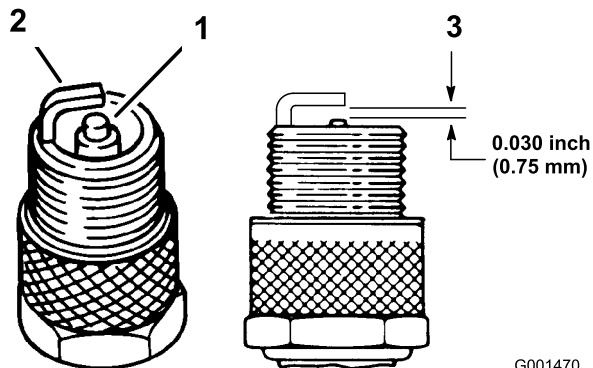

Figure 31
- Examinez le centre des bougies (Figure 31). Si le bec isolant est recouvert d'un léger dépôt gris ou brun, le moteur fonctionne correctement. S'il est recouvert d'un dépôt noir, cela signifie généralement que le filtre à air est encrassé.
- Contrôlez l'écartement entre l'électrode centrale et l'électrode latérale (Figure 31). Courbez l'électrode latérale (Figure 31) si l'écartement est incorrect.
3. Branchez les fils aux bougies (Figure 31).